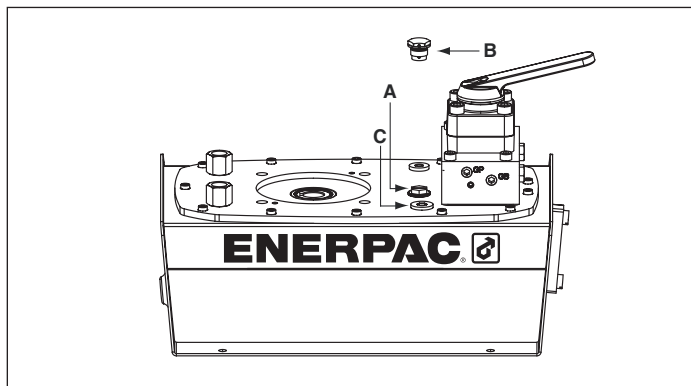
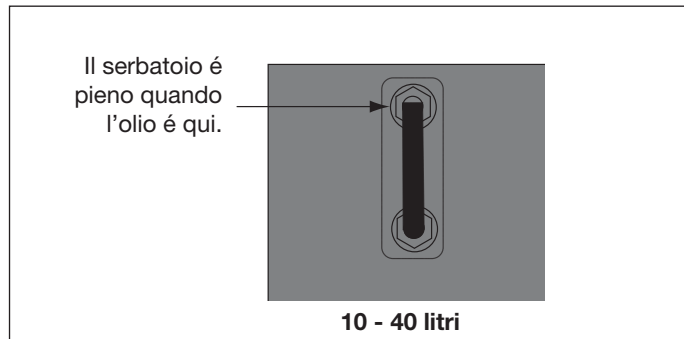

Figura 2. Installazione dello sfiatatoio ZG
Figura 4
4.1 Cappuccio sfiatatoio del serbatoio (vedere la Figura 2)
Controllare il livello dell'olio della pompa prima dell'avvio e, se necessario, aggiungere olio togliendo il tappo SAE #10 dalla piastra del coperchio (vedere la Figura 2). Il serbatoio è pieno quando il livello dell'olio raggiunge il punto più alto del vetro del livello (Figura 4).